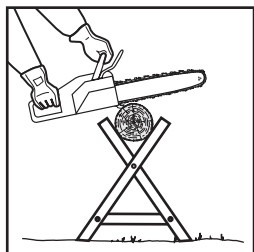

Fig. 36
5. Susține buștenii mici cu un suport de tăiere sau cu alt buștean când îi scurtezi (Fig. 36).